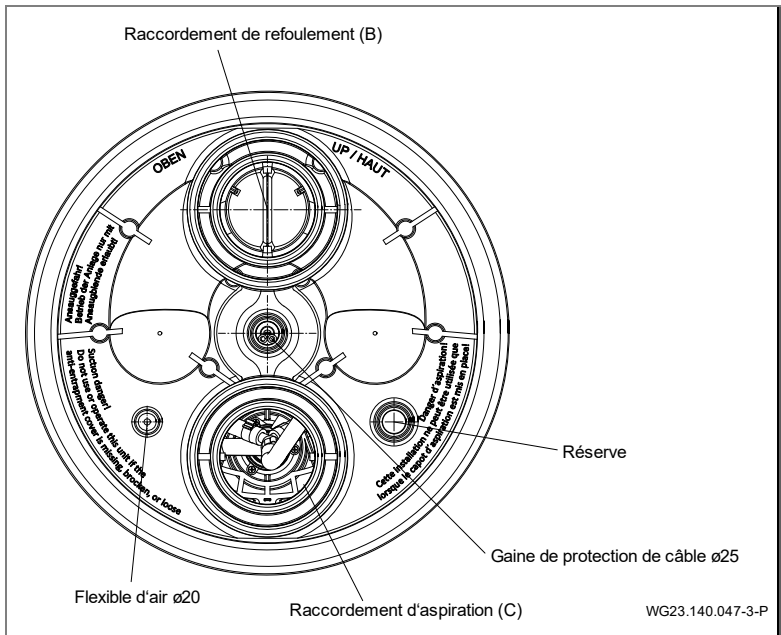

Fig. 16
1. Collage de la gaine de protection de câble et du flexible de la régulation. (Fig. 16)